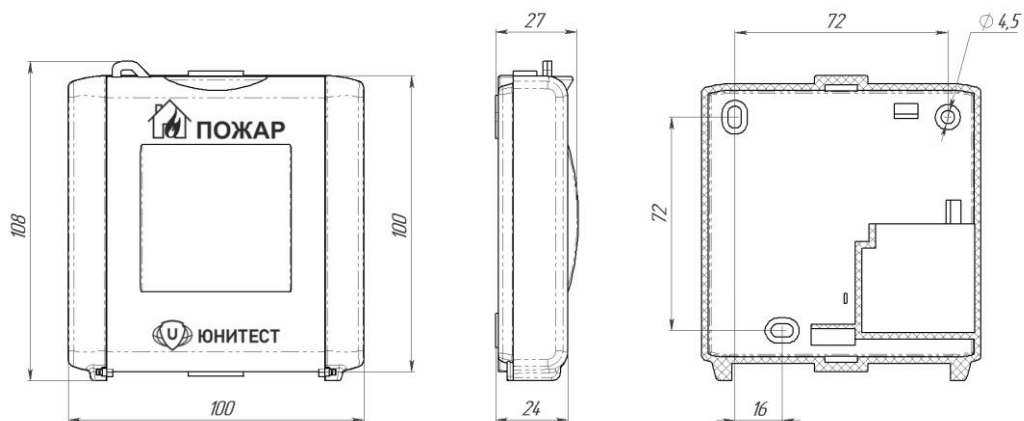

Рис.1. Габаритные и установочные размеры УДП.
2.1.2. Габаритные и установочные размеры представлены на рис.1, схемы подключения – на рис.2-4.